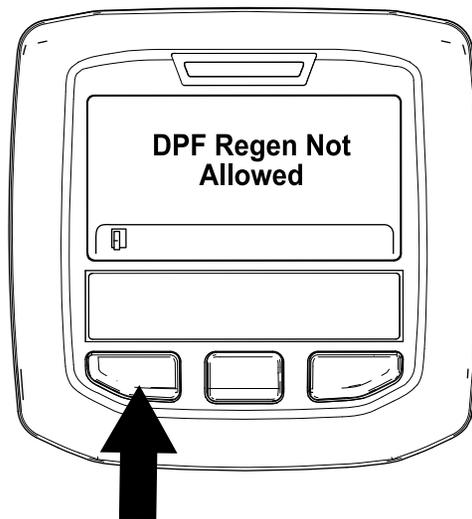

Рисунок 45
- Если компьютер двигателя не разрешил процесс регенерации, на дисплее инфо-центра появится сообщение «DPF Regen Not Allowed» («Регенерация фильтра DPF не разрешена») (Рисунок 45). Для перехода на главный экран нажмите левую кнопку.